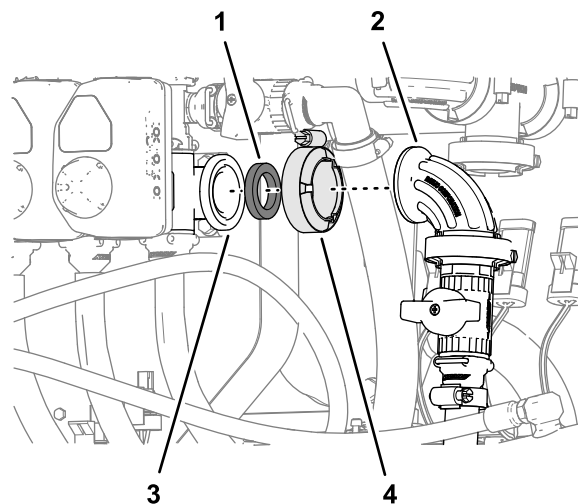

Figura 139
4. Montate il raccordo a 90° della valvola di intercettazione per il kit asta di irrorazione o il kit avvolgitubo elettrico opzionali sulla flangia della valvola dell'ugello 10 con il morsetto flangiato e la guarnizione che avete rimosso al passaggio 1 e serrate il morsetto manualmente (Figura 139).